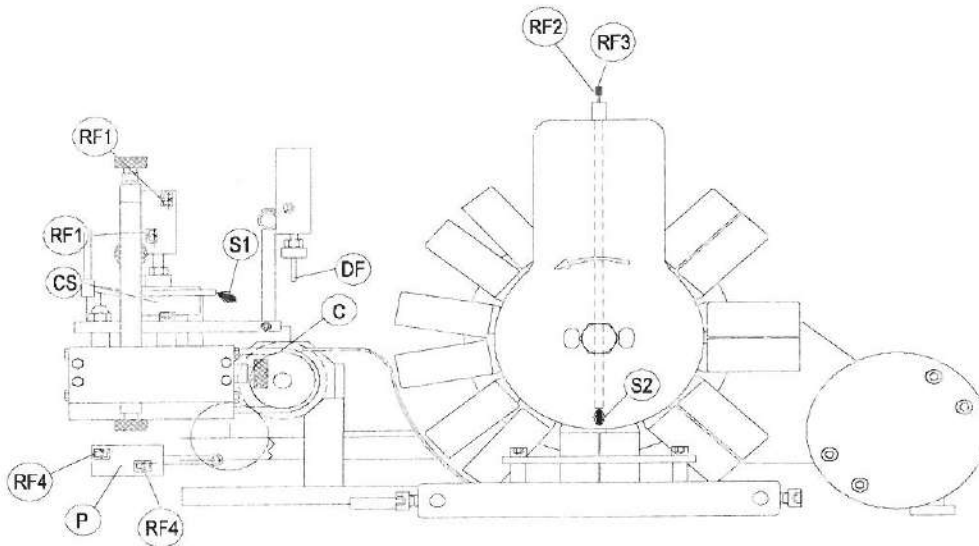

Figure 8
- Régler la position verticale du dispositif d'arrêt **DF** en fonction du type de capsule utilisé en dévissant la vis **V7** et régler la disposition horizontale en dévissant la vis **V8** (figure 8).
- Régler les flux d'air qui définissent la descente et la remontée du bac **CS** (avec les régleurs de flux **RF1**) (figure 8).
- Régler les jets d'air **S1** et **S2** avec les régleurs de flux **RF2** et **RF3** (figure 8).
- Régler la vitesse d'avancement et de retour du piston **P** qui commande l'avancement de la courroie de traction **C** avec les régleurs de flux **RF4** (figure 8).